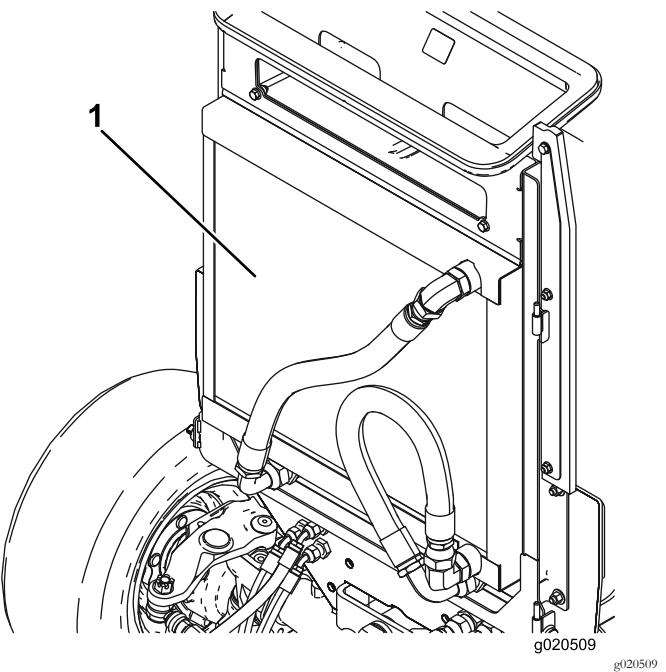

Figura 63
3. Limpie a fondo ambos lados del enfriador de aceite y del radiador (Figura 63) con aire comprimido.